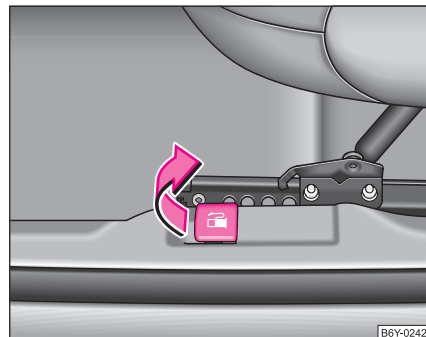

Abb. 136 Öffnungshebel der Tankklappe
- Die Tankklappe öffnen Sie durch Ziehen des Betätigungshebels* neben dem Fahrersitz ⇒ Seite 188, Abb. 136 bzw. Abklappen am Kraftstoff-Einfüllstutzen.